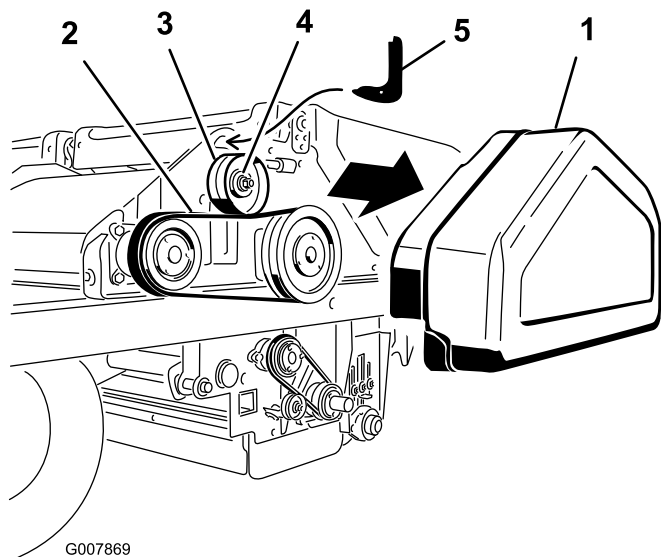

Bild 59
1. Entfernen Sie die Riemenabdeckung (Bild 59).
2. Lockern Sie die Mutter an der Spannscheibe (Bild 59).
3. Setzen Sie das Hakenende des Riemenstanzwerkzeugs in das Loch über der Spannscheibe ein (Bild 59). Das gekrümmte Ende des Werkzeugs sollte auf der Spannscheibe aufliegen.
4. Stecken Sie einen 1/2-Zoll-Schraubenschlüssel in das Loch im Riemenstanzwerkzeug (Bild 59).
5. Drehen Sie das Werkzeug, bis Sie einen Anzug von 5,7 Nm erreicht haben. Halten Sie den Anzug und ziehen Sie die Spannscheibenmutter fest (Bild 59).